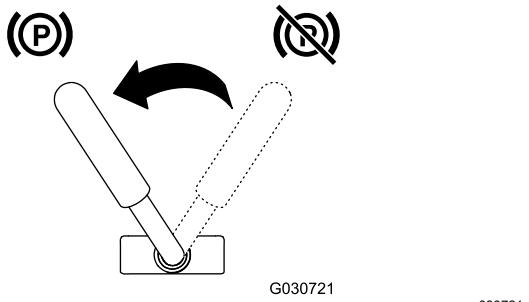

Figura 15
- Para poner el freno de estacionamiento, gire la palanca a la izquierda (Figura 15).